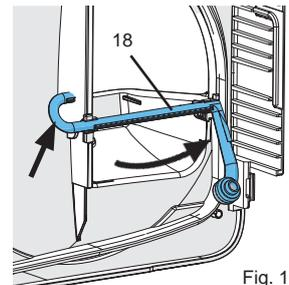

Fig. 11
- Retirar o tubo irrigador (18), rodando para trás o lado arqueado (fig. 11).